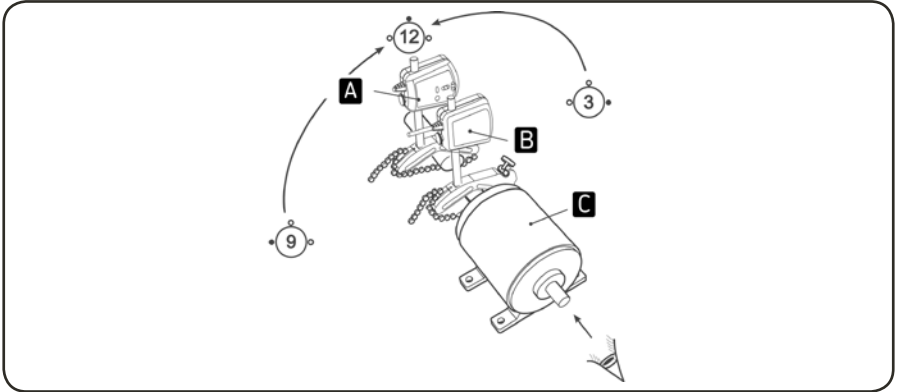
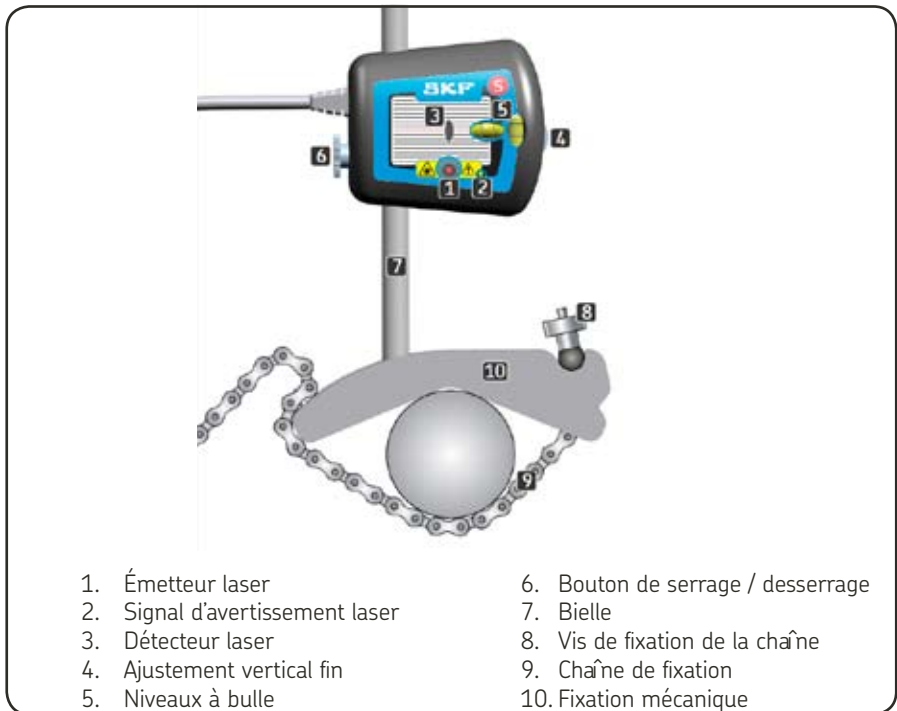

Fig. 4. L'analogie des aiguilles d'une montre
Fig. 7. Fixation mécanique avec appareil de mesure
2.2 Description de l'écran de visualisation et des appareils de mesure (AM) (fig. 6 / fig. 7)
- a) Mettez les deux appareils de mesure en position 12 heures en vous servant des niveaux à bulle (fig. 4 & fig.7).